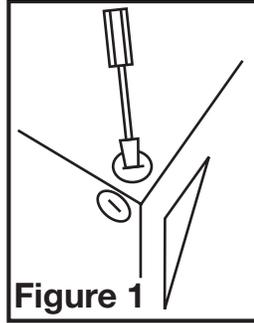

Figure 1
- Choisir un emplacement pour votre ventilateur. Pour assurer la meilleure performance du débit d'air et sonore, il est recommandé que la longueur des conduits et que le nombre de coudes soient gardés au minimum et que des conduits rigides isolés soient utilisés. Ce ventilateur nécessitera au moins 20,3cm (8po) de dégagement dans le plafond ou le mur, et s'installe au travers de cloison sèche d'une épaisseur de jusqu'à 1,9cm(3/4po). Le ventilateur s'installe entre 40,6cm ou 61cm (16po ou 24po) au centre des solives à l'aide des quatre (4) traverses de montage incluses.
- Sélectionner l'alvéole défonçable la mieux appropriée et l'enlever à l'aide d'un tournevis à lame plate (**Figure 1**).